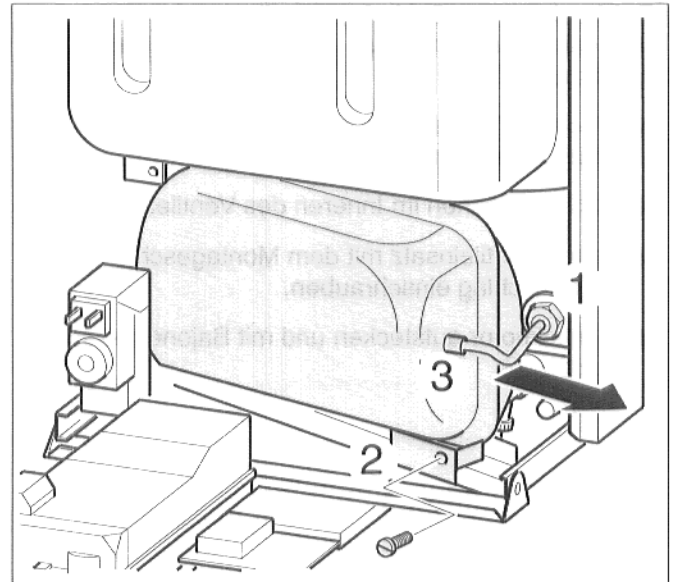

Abb. 45 Ausdehnungsgefäß demontieren
- Verschraubung am Ausdehnungsgefäß lösen (Abb. 45, Pos. 1).
- Haltewinkel abschrauben (Abb. 45, Pos. 2) und Ausdehnungsgefäß herausnehmen.